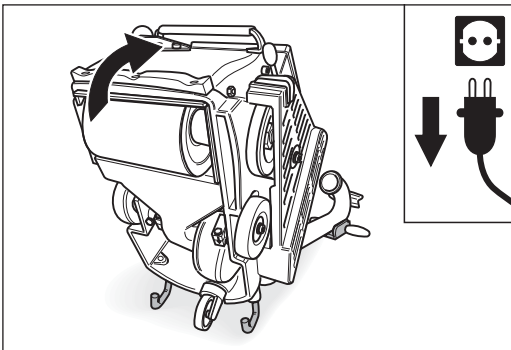

Abb. 90 Die Maschine nach hinten kippen und vorsichtig auf dem Boden ablegen. **Auf einen sicheren Stand der Maschine achten!**
- 2 Kippen Sie die Maschine über die Sturzbügel nach hinten (Abb. 90) und legen Sie die Maschine vorsichtig auf dem Boden ab. **Achten Sie auf einen sicheren Stand der Maschine!**